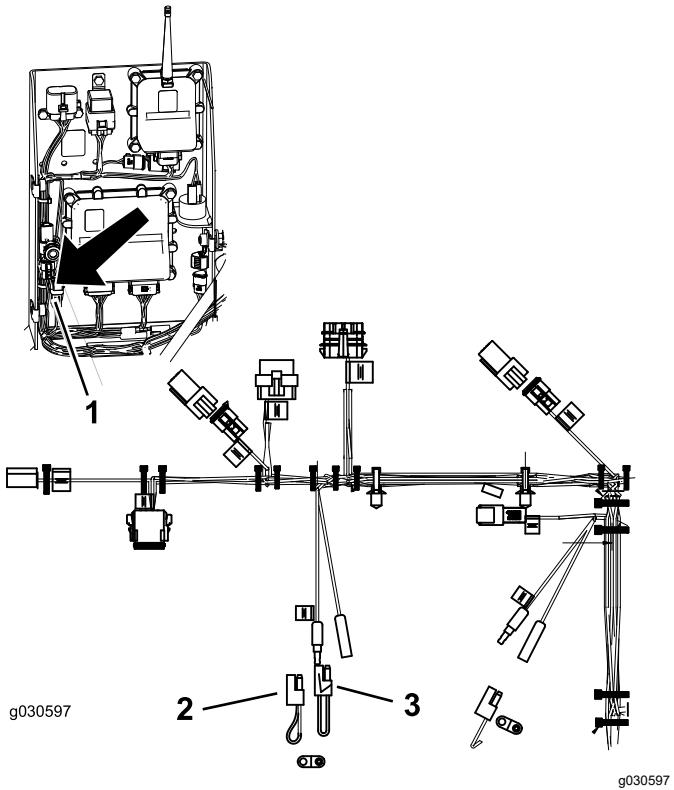

Figura 30
2. Desligue as duas ligações do conector "pigtail" mostrado na Figura 30.